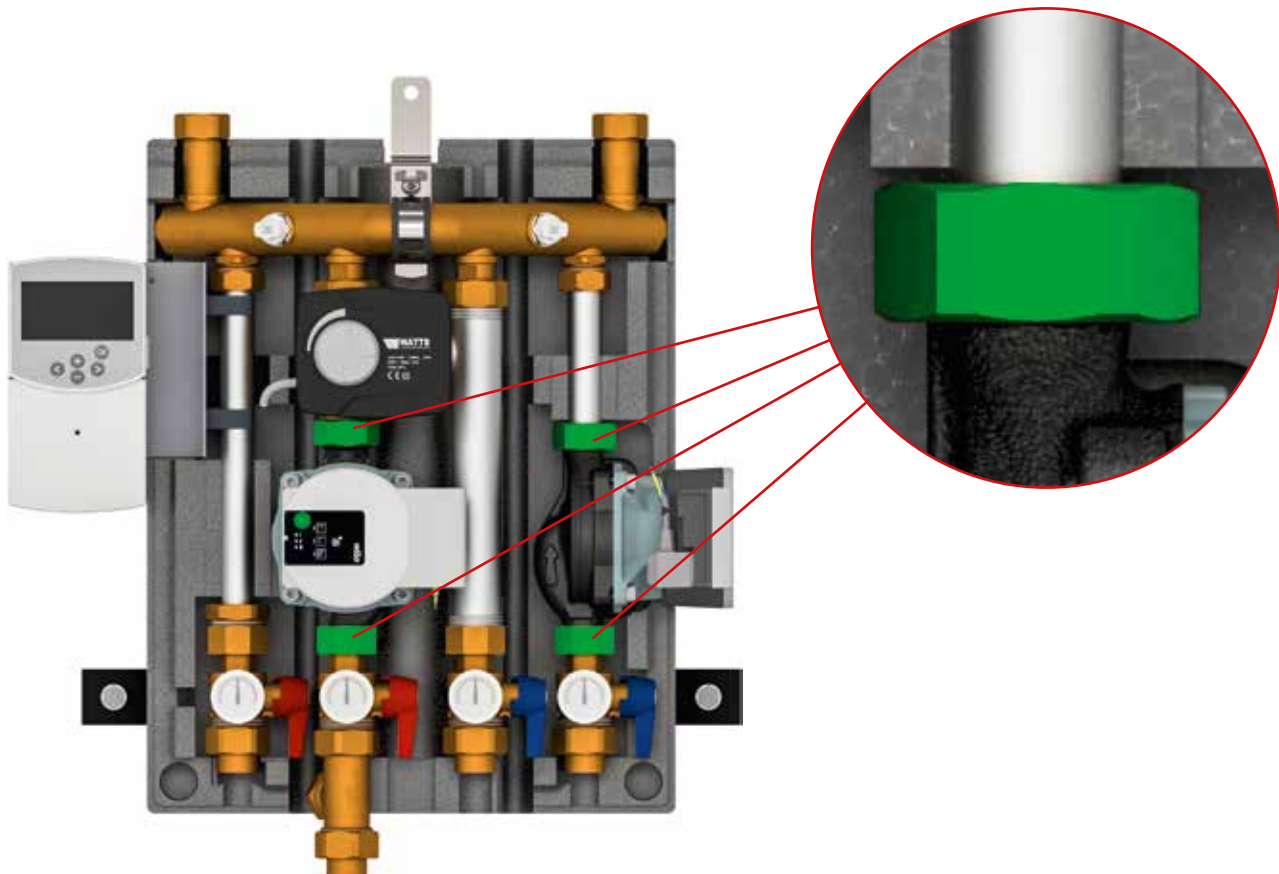

Abb. 7: Umwälzpumpe demontieren
- Lösen Sie die Muttern und demontieren Sie die Umwälzpumpe (siehe Abb. 7).